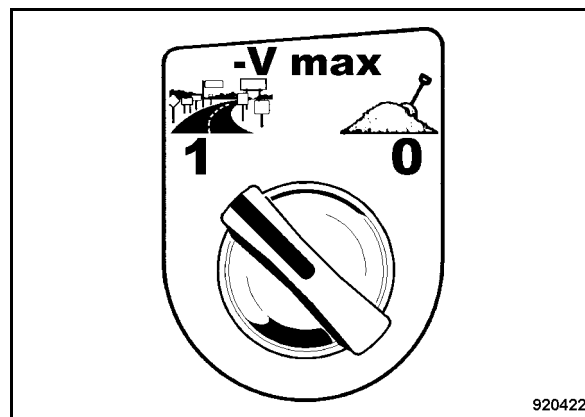

Fig. 72
- Per il trasferimento, porre l'interruttore rotante Maggiore effetto frenante* (Fig. 72) in posizione "1", per il lavoro in posizione "0".